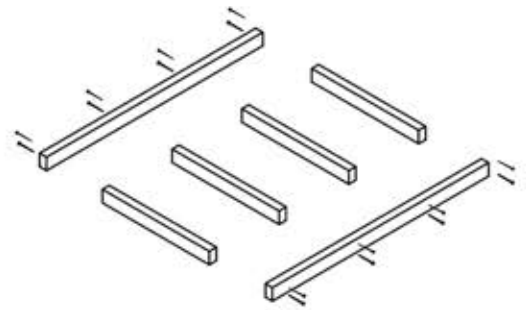

FIG. P10-2
- ・ 1ヶ所につき2本の3インチ (76mm) ネジを使って留めます。図P10-2参照